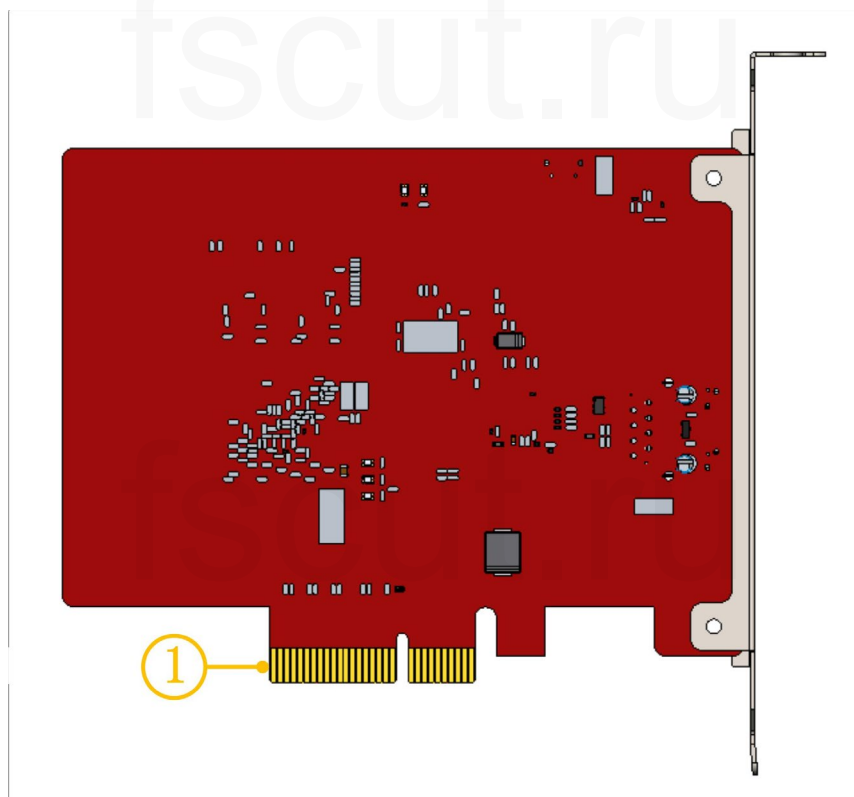

Рисунок 6 Позолоченные контакты
Гнездо PCIE BMC228X – X4 (Рисунок 6①) можно использовать для X4, X8, X16. Стандарт протокола последовательного интерфейса PCI Express – V2.0 (Gen2). Требования к материнской плате BMC228X представлены в Таблице 2-3.